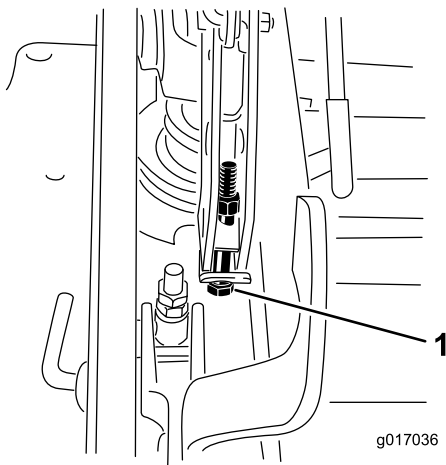

Figura 97
13. Se il piatto è troppo basso, serrate il bullone di regolazione da un punto unico ruotandolo in senso orario. Se il piatto è troppo alto, allentate il bullone di regolazione da un punto unico ruotandolo in senso antiorario (Figura 97).
14. Serrate i 2 bulloni alla base della piastra dell'altezza di taglio (Figura 97).